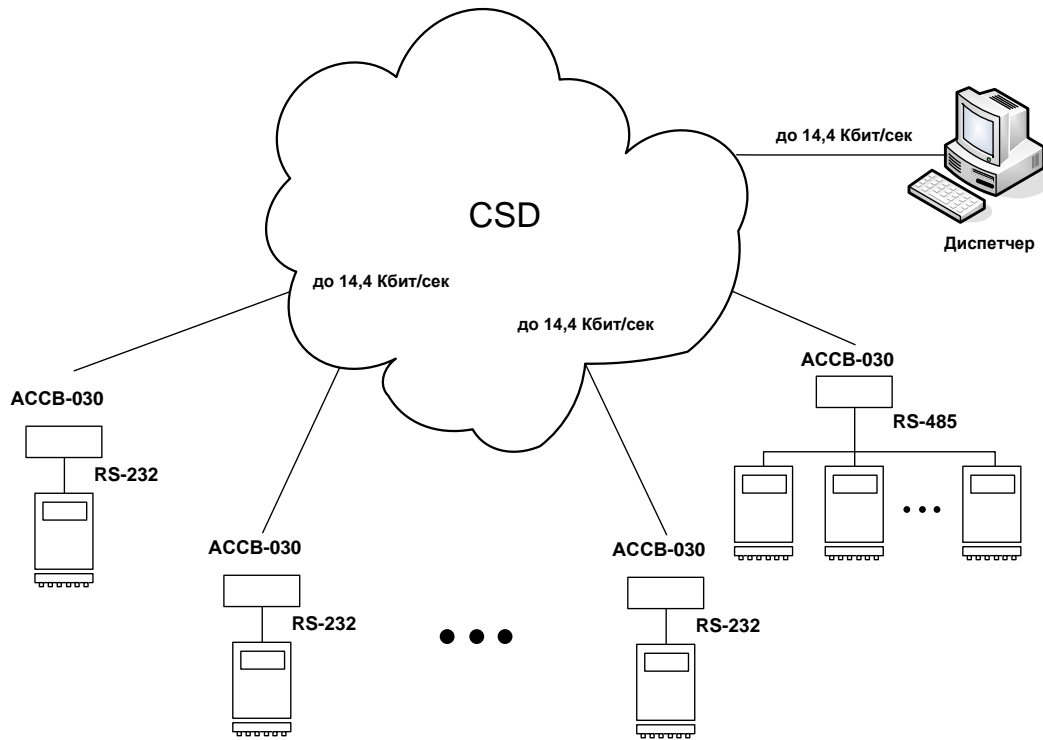
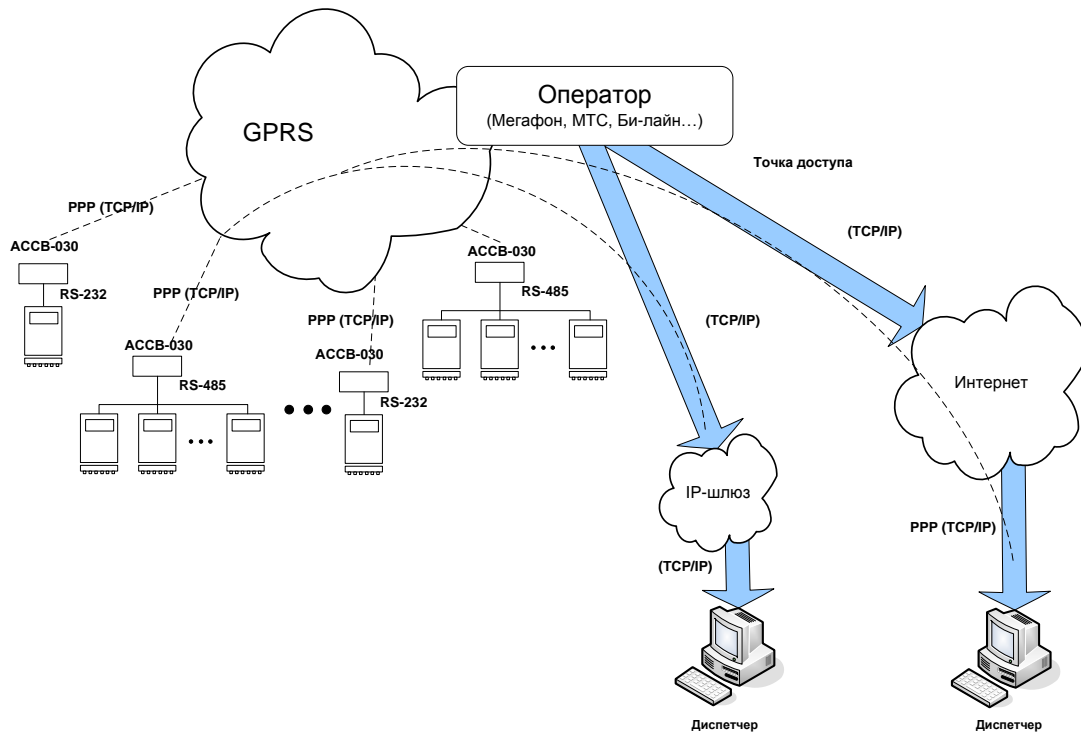

Рис.1. Схема организации обмена на основе CSD.
Рис.2. Схема организации обмена на основе GPRS.
1.4.2.4. Основное назначение услуги GPRS (*General Packet Radio Service*) – это обеспечение выхода мобильных устройств в Интернет. GPRS позволяет организовать передачу данных между приборами и диспетчерским компьютером на основе протокола TCP/IP, если компьютер имеет фиксированный IP-адрес. Оборудование GSM-сети используется только в моменты передачи данных, соответственно тарификация производится по объему переданной информации и затраты на передачу данных по сравнению с услугой CSD снижаются в несколько десятков раз. На рис.1 и рис.2 схематично показано, каким образом организуются потоки информации.